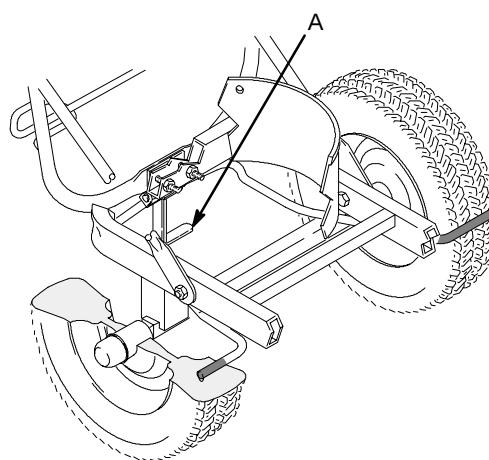

Fig. 5
12. Pour bloquer la roulette, soulever la poignée du frein (A-partie inférieure arrière du chariot) pour enclencher le frein. Faire descendre la poignée pour relâcher le frein. Voir Fig. 5. Pour un freinage positif, veiller à la bonne pression et à l'absence d'usure des pneus.